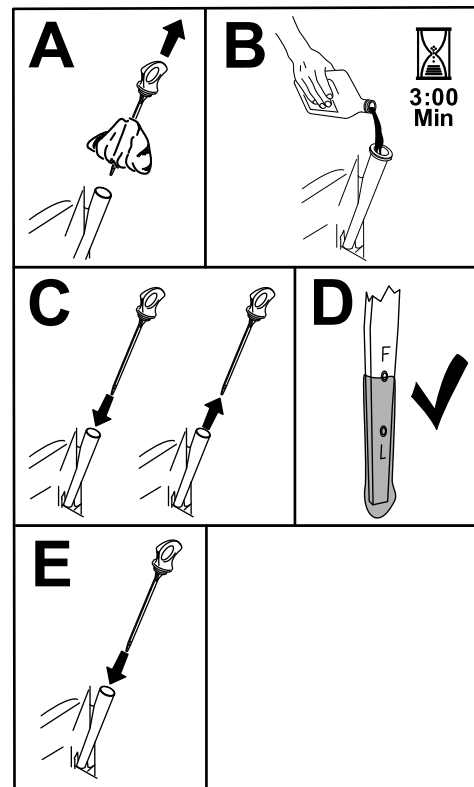

Figura 39
- Vierta lentamente un 80 % aproximadamente del aceite especificado por el tubo de llenado, luego añada lentamente el resto del aceite hasta que llegue a la marca de Lleno (Figura 39).